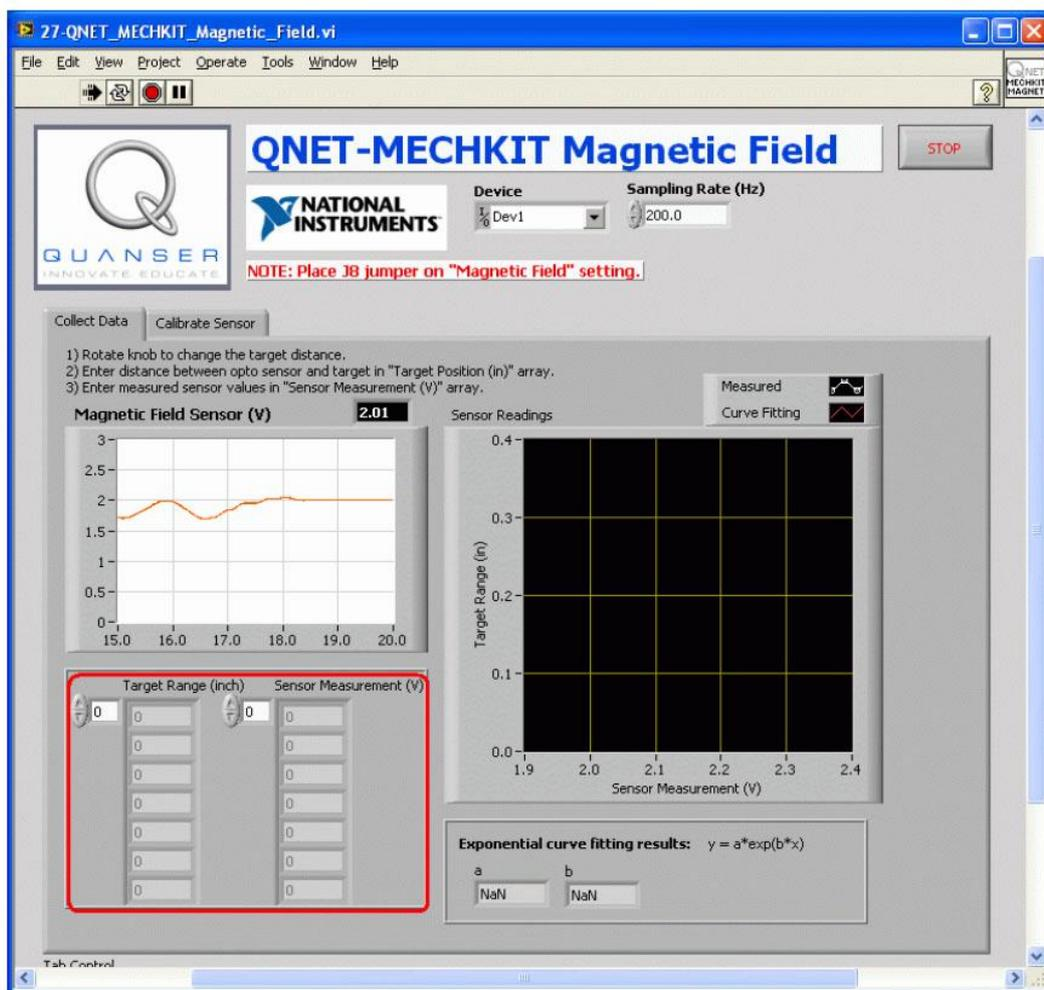

Рис. 48. Сбор данных, полученных с помощью датчика магнитного поля.
1. Плавно вращайте по часовой стрелке до упора рукоятку датчика магнитного поля. Затем плавно вращайте регулятор против часовой стрелки пока не дойдете до нулевой отметки. Она будет принята за расстояние 0 см. Введите 0 в массив *Target Range (cm)* (рисунок 48).
2. Введите результат измерения напряжения с выхода датчика магнитного поля, соответствующее расстоянию 0 см, в массив *Sensor Measurement (V)* (рисунок 48).
4. Запишите напряжение на выходе датчика в массив *Sensor Measurement (V)*.